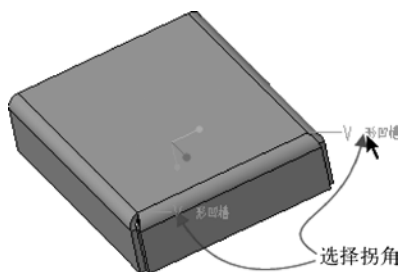

图 3-59 手动选择拐角
(1) 在功能区“模型”选项卡的“工程”组中单击 (拐角止裂槽) 按钮, 打开“拐角止裂槽”选项卡。
(2) 在“拐角止裂槽”选项卡中单击 (自动全选) 按钮, 为止裂槽自动选择所有拐角。在本例中, 用户也可以在“拐角止裂槽”选项卡中单击 (手动选择) 按钮, 接着在图 3-59 所示的显示有拐角注释的钣金件模型中选择两个拐角 (选择第 2 个拐角时可按〈Ctrl〉键)。